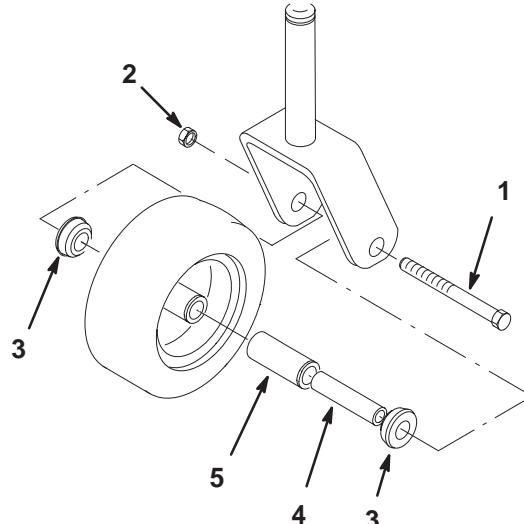

Bild 57
- Prüfen Sie das Rollenlager, die Büchsen, die Steckbüchse und die Innenseite der Radnabe auf Abnutzung. Tauschen Sie abgenutzte und beschädigte Teile aus (Bild 57).
- Entfernen Sie die Sicherungsmutter und die Radschraube, mit denen das Laufrad an der Laufradgabel befestigt ist (Bild 57).
- Entfernen Sie eine Büchse und ziehen Sie dann die Steckbüchse sowie das Rollenlager aus der Radnabe heraus (Bild 57).
- Entfernen Sie die andere Büchse aus der Radnabe und entfernen Sie Fett- und Schmutzrückstände aus der Nabe (Bild 57).
5. Stecken Sie zum Zusammenbauen eine Büchse in die Radnabe. Fetten Sie das Rollenlager und die Steckbüchse ein und schieben beide in die Radnabe. Stecken Sie die zweite Büchse in die Radnabe (Bild 57).
- Bringen Sie das Laufrad in der Laufradgabel an und befestigen Sie es mit der Radschraube und Sicherungsmutter. Ziehen Sie die Sicherungsmutter so weit fest, dass die Steckbüchse auf die Innenseite der Laufradgabeln trifft (Bild 57).